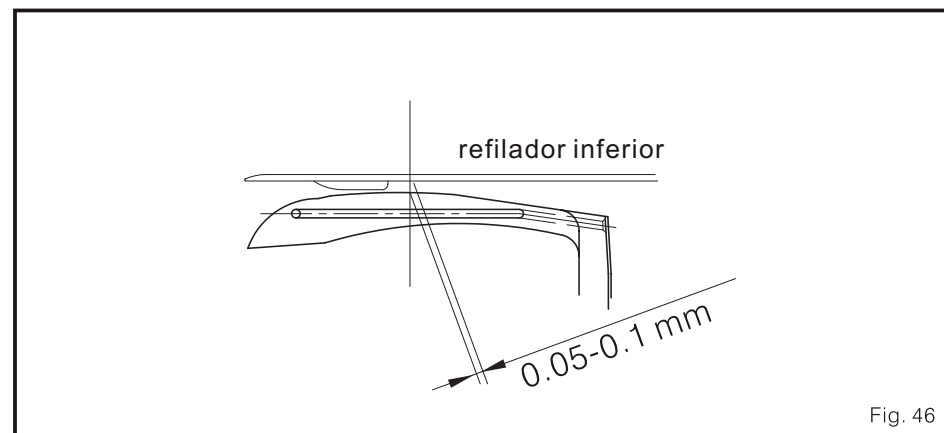

Fig. 46
(3) o espaço do refilador inferior até a parte superior do looper é de 0.05-0.1 mm. (Fig. 46)